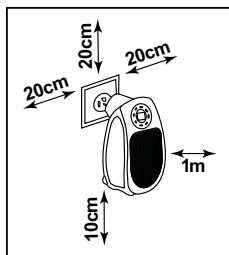

Fig. 2
- É necessário manter em relação ao aparelho as distâncias mínimas de 20 cm de lado, 20 cm em cima, 10 cm em baixo e 1 m em frente (ver fig. 2).